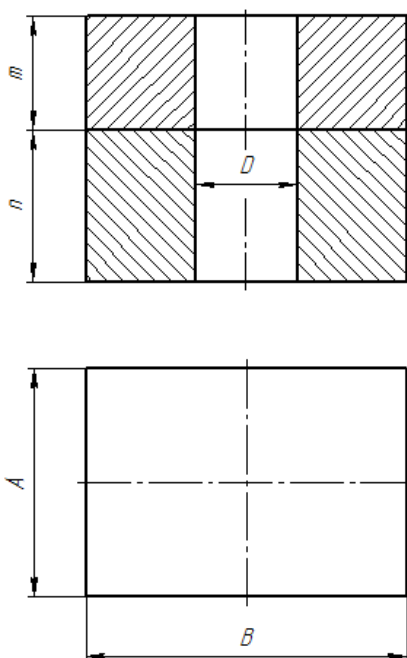

Рисунок 8. – Проекция основания и крышки с размерами
2. Используя панель инструментов **Геометрия** и команды  **Вертикальная прямая**,  **Горизонтальная прямая**,  **Параллельная прямая**,  **Отрезок** и  **Штриховка**, по размерам, соответствующим варианту индивидуального задания студента (см. таблицу 1), вычертите проекции основания и крышки (рисунок 8). На главном виде выполните разрез. На виде сверху отверстие можно не показывать, т.к. оно будет скрыто гайкой и стержнем болта.